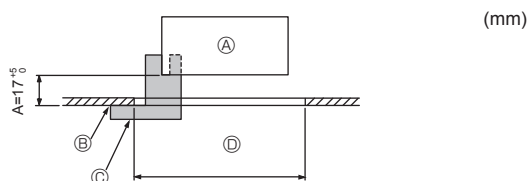

Fig. 7-2
①	Grille	1	950 × 950 (mm)
②	Schéma d'installation	1	(Divisé en 4 parties)
③	Vis (4 × 16)	1	Pour PLP-6EAE, PLP-6EALME2
④	Panneau d'angle du i-see	1	Pour PLP-6EAE, PLP-6EALME2
⑤	Télécommande sans fil	1	Pour PLP-6EALM2, PLP-6EALME2
⑥	Support de la télécommande	1	Fournie s'il s'agit d'un modèle avec télécommande sans fil.
⑦	Piles LR6 AA	2	Fournie s'il s'agit d'un modèle avec télécommande sans fil.
⑧	Vis autotaraudeuses 3,5 × 16	2	Fournie s'il s'agit d'un modèle avec télécommande sans fil.
7.2. Préparation avant d'attacher la grille (Fig. 7-2)